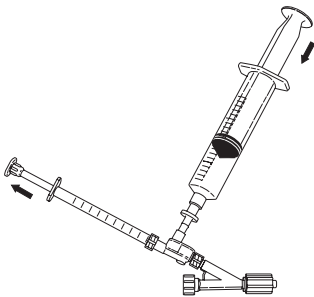

Fig. 4
6. Sæt 1 mL sprøjten på injektionsporten og aspirér 0,5 mL opløsning. Tag 1 mL sprøjten af og tøm alle luftbobler ud af sprøjten. Lad en opløsningsoverfladebue blive siddende på injektionsporten, inden 1 mL sprøjten sættes på igen ved at trykke let på 20 mL sprøjten for at prime injektionsporten. Sæt 1 mL sprøjten på injektionsporten igen. (**Fig. 4**)